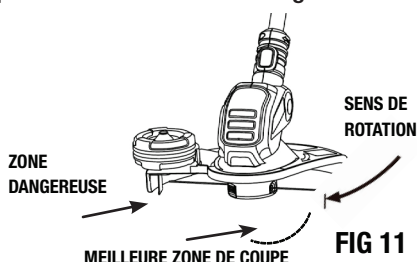

FIG 11
CONSEILS DE COUPE (FIG 11)
- Éviter de couper dans la zone dangereuse illustrée à la figure 11.